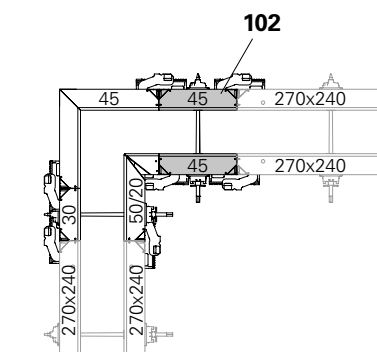

Fig. B1.08
La largeur de panneau maximale entre l'élément d'angle et l'élément suivant est de 45 cm – Élément MX 270 x 45 (102). (Fig. B1.08)